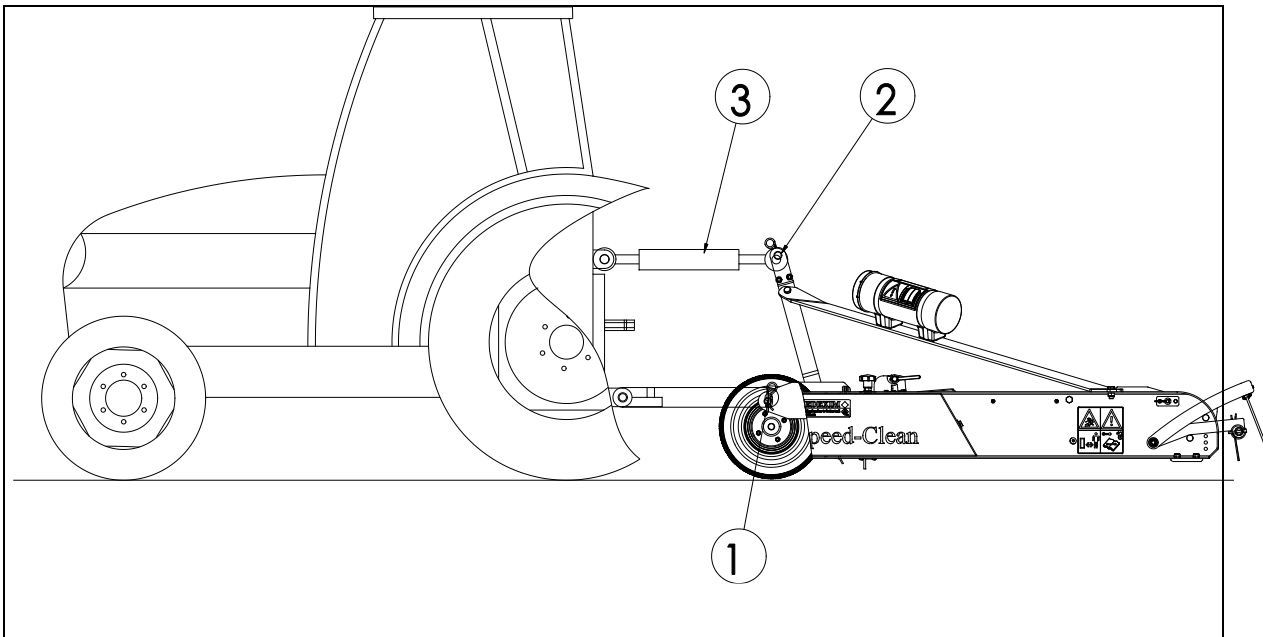

Abb. 7
Gehen Sie dazu wie folgt vor: (Abb. 7)
**Sorgen Sie dafür, dass die obere Stange angekoppelt und im Transportstand unter Spannung gesetzt wurde! Siehe Abb. 7**